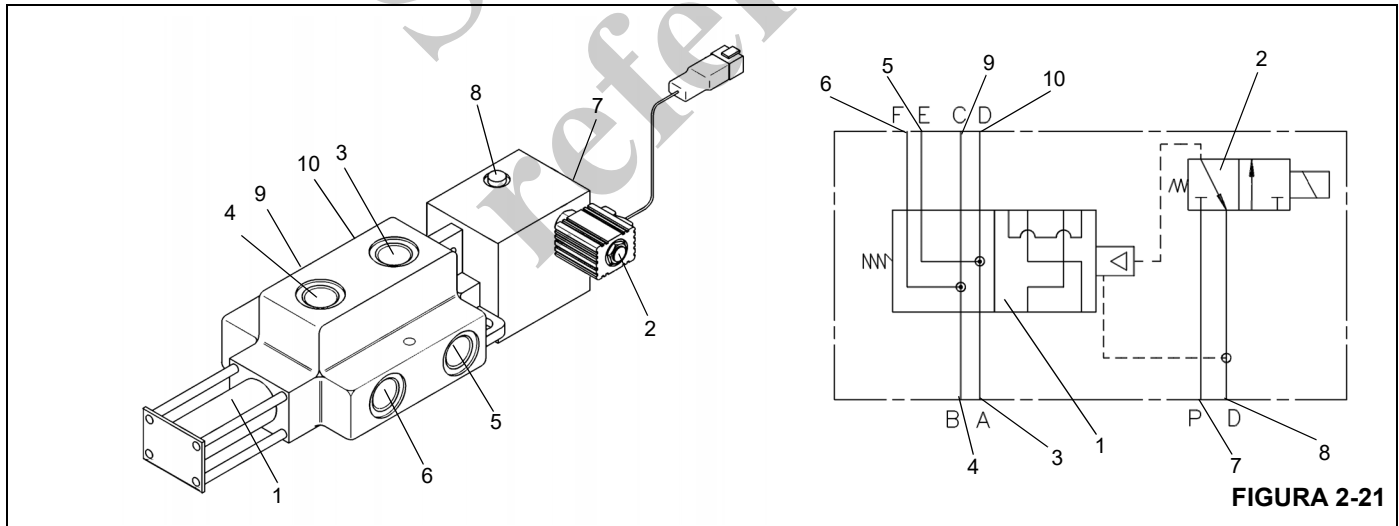

FIGURA 2-21
La válvula selectora en serie/paralelo (Figura 2-21) se usa para seleccionar la velocidad del motor de giro. Se encuentra en el lado exterior de la placa lateral derecha de la plataforma de giro. Se compone de una válvula accionada por piloto de dos posiciones y cuatro vías (1) y una válvula accionada por solenoide de dos posiciones y tres vías (2) (Figura 2-21) que es la válvula piloto. Su tubería se conecta entre la válvula de control de sentido de giro y los motores de giro.